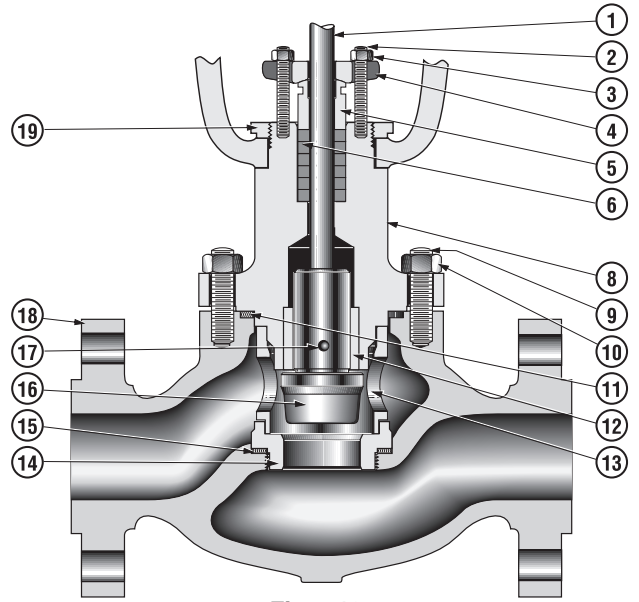

Figur 11 – Boltmomenter og tilspændingsrækkefølge
Man skal være omhyggelig med at sikre, at buret, sædet og kappen er korrekt justeret i huset. Buret skal monteres med delene i den nederste ende, nær sæderingen. Spænd møtrikkerne (10), indtil der er kontakt mellem metal og metal med det korrekte moment. Se figur 11 for specifikationer for korrekt boltmoment og tilspændingsrækkefølge.
- G. Indsæt pakning (6) [og lanternering (7) på en ventil, der er udstyret med et valgfrit smøreapparat eller lækagesøgningsforbindelse]. Se afsnit 7.6 for korrekt pakningsmonteringsprocedure for standard eller valgfri design.
- H. Monter pakningsfølgeren (5) og pakningsflangen (4).
- I. Monter pakningsflangens skruemøtrikker (3).